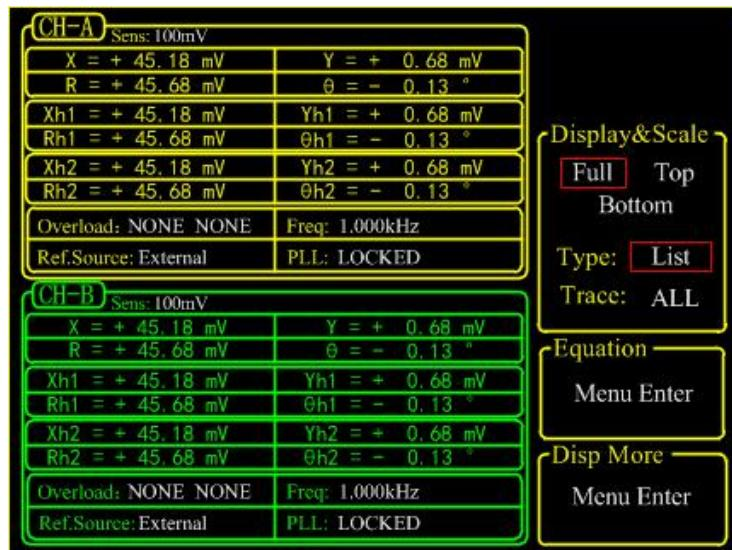

图 25. &lt;Full&gt;-&lt;List&gt;显示
3)<List> : 把输入信号的基波、两个谐波值同时显示。如图 25 所示。